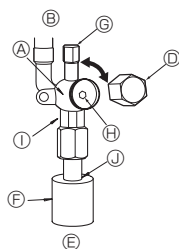

Fig. 4-5
(1) Gas-/vätskesida (Fig. 4-5)
- ① Ta bort kåpan och vrid ventilstängens motsols så långt det går med en 4 mm sexkantsnyckel. Sluta när den når stoppet.